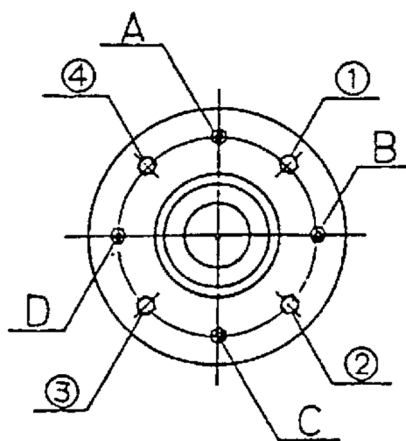

図 9-5
### 9.3.5 ドラムの芯出し調整 (図 9-5)
- ・ 主軸ベアリングケースを止めているボルト及びナット 4 箇所 (A～D) と、調整ボルト及びナット 4 箇所 (①～④) で調整します。(図 9-5)
- ・ 例えば、ドラムの口金を機械正面より見て右に寄せたい場合、③、④と A,C,D のナットを少し緩め、③、④のボルトをドラムの口金を見ながら締め込みます。
- ・ 調整が終わったら、③、④と A,C,D のナットを締め込みます。